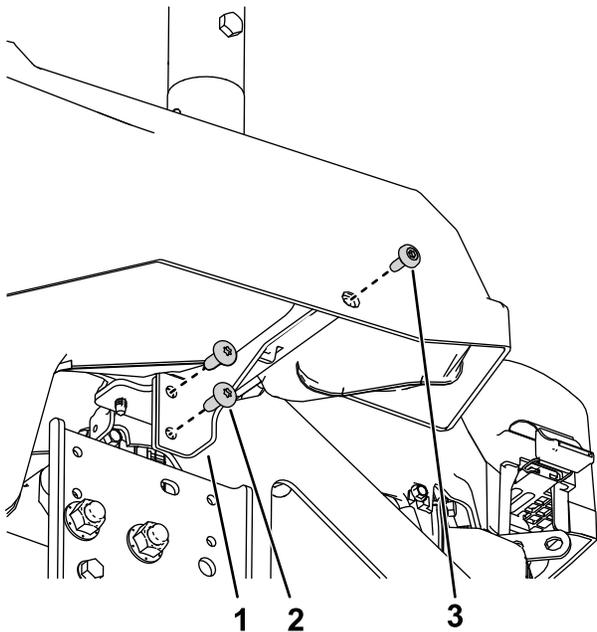

Рисунок 6
2. Установите левый кронштейн контейнера на раму машины, используя 2 самонарезающих винта (5/16 x 3/4 дюйма) и детали, снятые в разделе 1 Подготовка машины (страница 4) как показано на Рисунок 6.